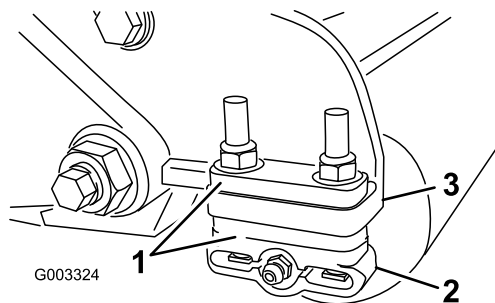

Рисунок 13
- Отрегулируйте кронштейны заднего валика (Рисунок 13) на необходимый диапазон высоты скашивания путем установки необходимого количества проставок под монтажный фланец боковой пластины (Рисунок 13) в соответствии с таблицей высоты скашивания.